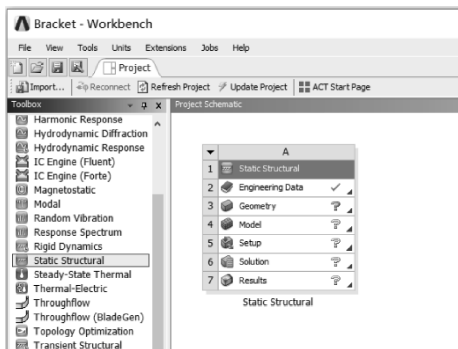

图 12-91 创建三角托架静力分析
(1) 在工具箱【Toolbox】的【Analysis Systems】中双击或拖动结构静力分析【Static Structural】到项目分析流程图，如图 12-91 所示。
(2) 在 Workbench 的工具栏中单击【Save】，保存项目实例名为 Bracket.wbpj。工程实例文件保存在 D:\AWB\Chapter12 文件夹中。